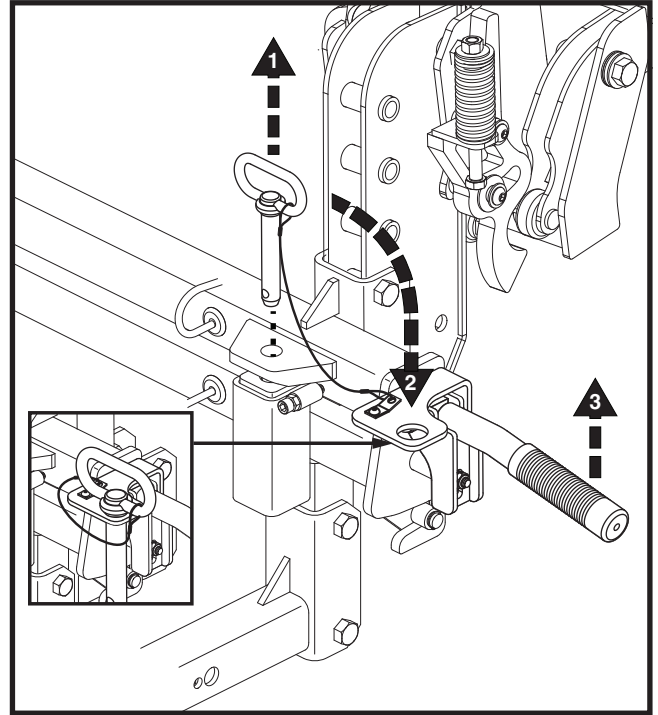

Figure 17. Faire fonctionner l'adaptateur escamotable
2. Si équipé, placez la goupille de sécurité dans le porte-goupille. **Voir la figure 17.**